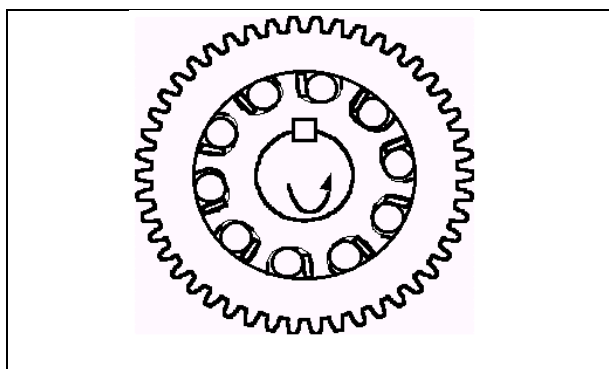

Figura 5.2.2
- Asegúrese de colocar el manguito de transmisión (2) en su posición correcta, y lubrique todos los pasadores (13) a la hora de montarlos (Ver Figura 5.2.2).